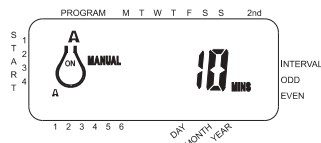

Figure 11: Arrosage manuel en programme A ou B uniquement
- Pour activer chaque station à laquelle une durée d'arrosage a été assignée pour le programme A uniquement, appuyer sur la touche MANUEL, et ensuite sur la touche SUIVANT. Cela activera les stations auxquelles des durées d'arrosage ont été attribuées e programme A uniquement. Pour initier l'arrosage semi-automatique, appuyer sur ENTER [Voir Figure11].